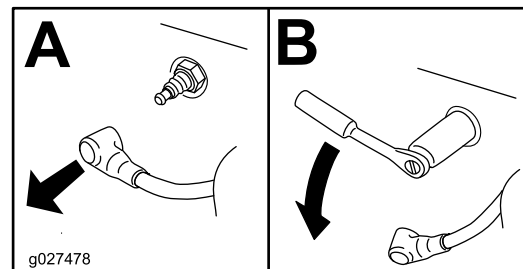

Figure 49
4. Localisez et retirez la ou les bougies comme montré à la Figure 49.